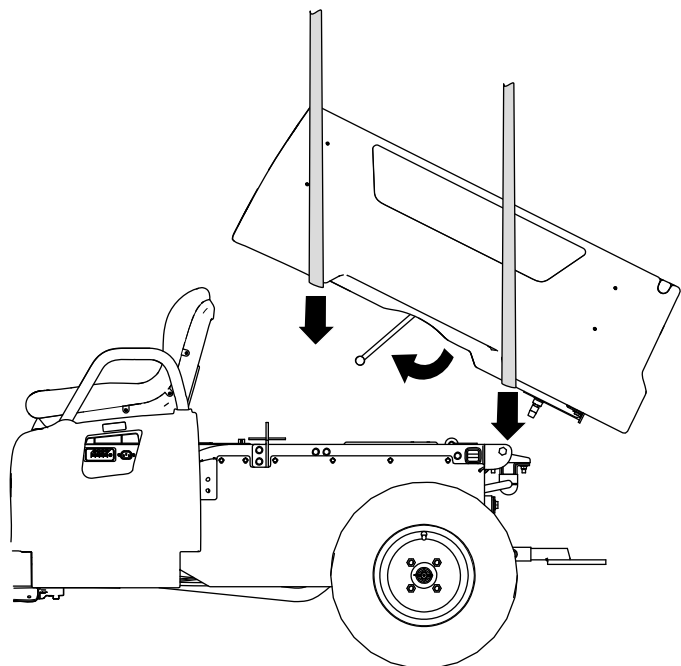

图 4
3. 使用货斗前、后部的提升装置升起货斗，并将其在机器机架上对齐，使枢轴支架组件向后（图 4）。